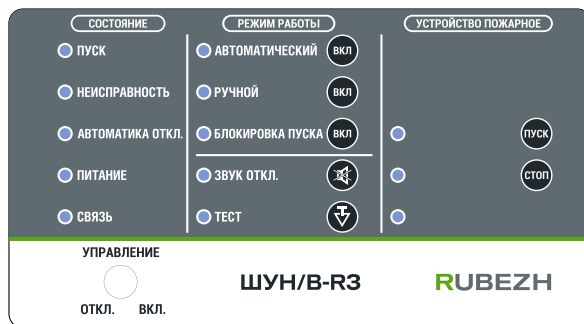

Рисунок 4 – Панель управления ШУ
1.5.11 На лицевой стороне ШУ расположены индикаторы и органы управления с защитой от несанкционированного доступа. Все индикаторы и органы управления разделены на три группы СОСТОЯНИЕ, РЕЖИМ РАБОТЫ и УСТРОЙСТВО ПОЖАРНОЕ (рисунок 4).
1.5.16 ШУ переводится в режим «Автоматический» нажатием кнопки ВКЛ. рядом с наименованием индикатора АВТОМАТИЧЕСКИЙ в поле РЕЖИМ РАБОТЫ панели управления (рисунок 4). Нажатие кнопки подтверждается кратковременным звуковым сигналом и включением индикатора АВТОМАТИЧЕСКИЙ. При этом индикатор РУЧНОЙ или БЛОКИРОВКА ПУСКА гаснет.
ШУ в режиме «Автоматический» осуществляет управление работой электродвигателя соответствующего привода пожарного устройства в зависимости от состояний контактов датчиков. Состояния датчиков отображаются в поле УСТРОЙСТВО ПОЖАРНОЕ панели управления (рисунок 4).
1.5.17 ШУ переводится в режим «Ручной» нажатием кнопки ВКЛ. рядом с наименованием индикатора РУЧНОЙ в поле РЕЖИМ РАБОТЫ панели управления (рисунок 4). Нажатие кнопки подтверждается кратковременным звуковым сигналом и включением индикатора РУЧНОЙ. При этом индикаторы АВТОМАТИЧЕСКИЙ или БЛОКИРОВКА ПУСКА гаснут.
1.5.18 ШУ переводится в режим «Блокировка пуска» нажатием кнопки ВКЛ. рядом с наименованием индикатора БЛОКИРОВКА ПУСКА в поле РЕЖИМ РАБОТЫ панели управления (рисунок 4). Нажатие кнопки подтверждается кратковременным звуковым сигналом и включением индикатора БЛОКИРОВКА ПУСКА. При этом индикаторы РУЧНОЙ или АВТОМАТИЧЕСКИЙ гаснут.